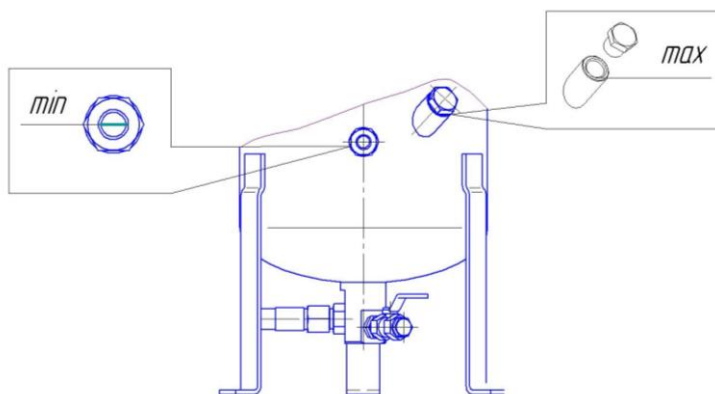

Рисунок 7
Перед включением установки проконтролируйте уровень масла. Уровень масла на неработающей установке должен быть выше середины окна маслоуказателя. (см. рисунок 7).
- закрыть кран и залить новое масло через горловину заливную до нижнего среза маслозаливной горловины (см. рисунок 7).
Слишком низкий уровень масла.	Выполните дозаправку установки маслом (см. рисунок 7).